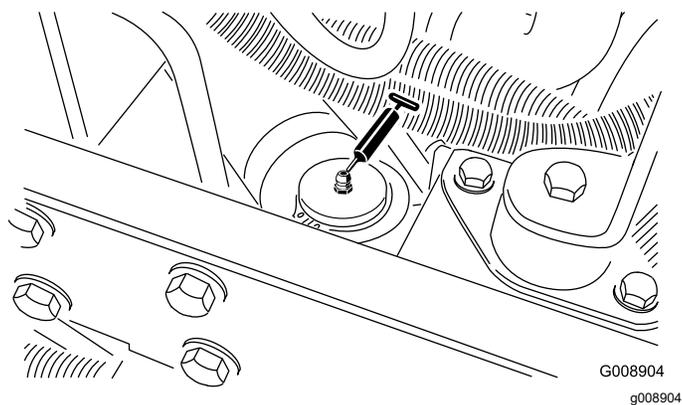

Figure 66
- Vérin de direction (Figure 66).